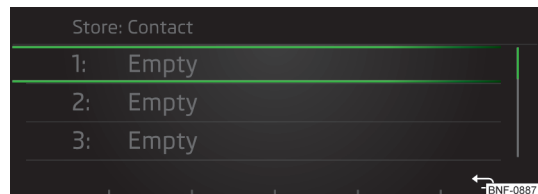

Fig. 114
- Vælg positionen for lagringen » Fig. 114.